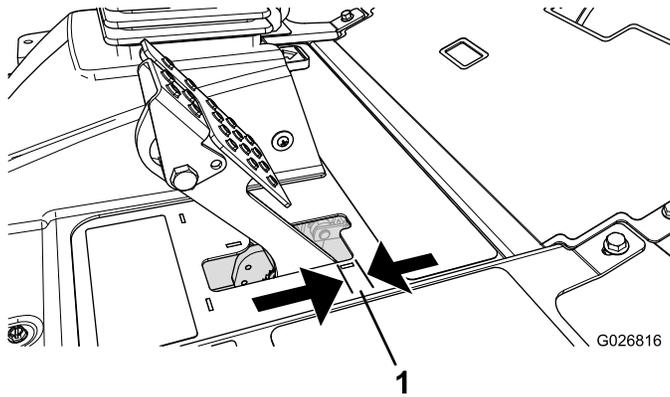

Figura 69
Regolate i freni se il pedale ha un "gioco" superiore a 25 cm (Figura 69), o quando è necessaria maggiore forza di tenuta. Per gioco s'intende la distanza che il pedale percorre prima che si avverta la resistenza della frenata.
2. Serrate il dado posteriore per spostare indietro il cavo, finché i pedali del freno non hanno un gioco compreso tra 6,3 e 12,7 mm (Figura 69), prima che la ruota si blocchi.